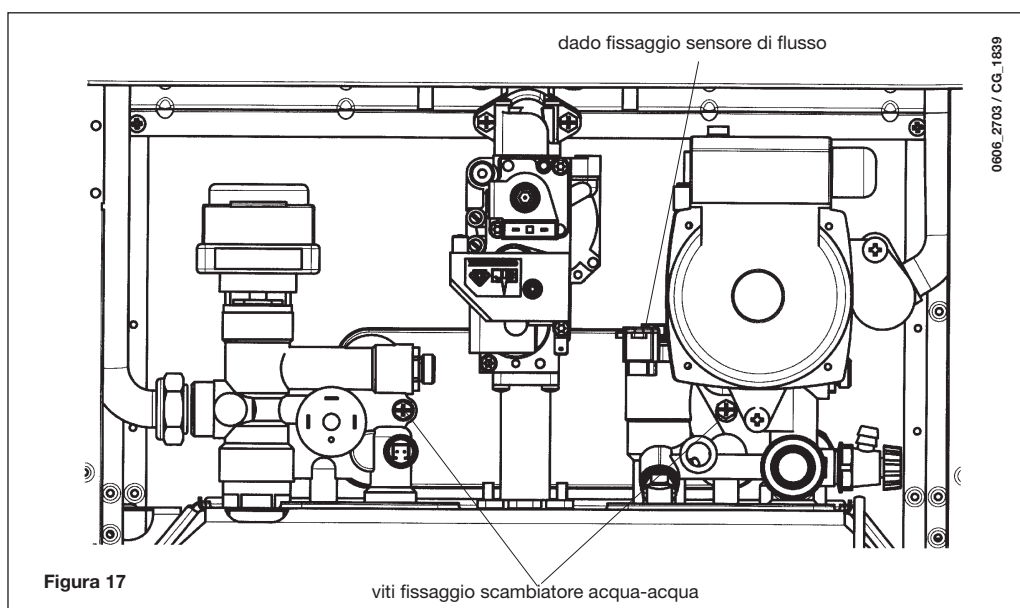

Figura 17
- Svitare il dado presente sul gruppo sensore di flusso (figura 17).